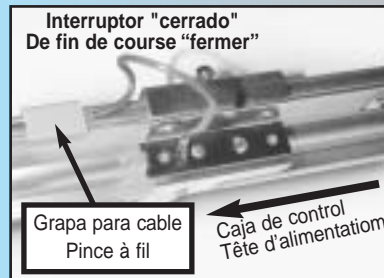

Fig. 1-20
- Dejando algo flojo el cable (**Fig. 1-20**), corra el cable dentro de la ranura en la parte posterior del tope del riel a la caja de control.
- Use la grapa para cable [44] para ayudar a mantener flojo, **Fig. 1-20.**
- En prévoyant du mou (**Fig. 1-20**), passer le fil dans la rainure située au-dessus du rail et remonter vers la tête motorisée.
- Fixer le mou à l'aide d'un circlip [44]. **Fig. 1-20.**